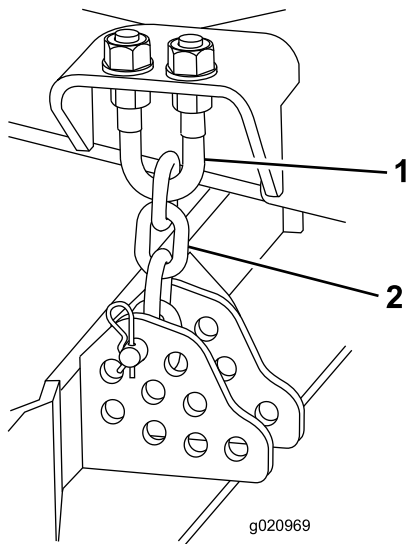

Figura 121
4. Retire el pasador de horquilla y la chaveta que fijan las cadenas de ajuste de la altura de corte a la parte trasera de la unidad de corte (Figura 121).